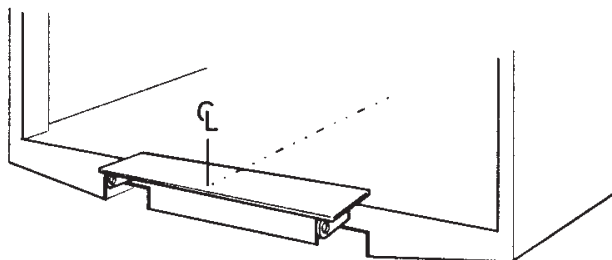

Bild 12. Skruva eller punktsvetsa monteringsjiggen vid bakbalken
- 2 Skruva eller punktsvetsa monterings-jiggen vid bakbalken, så att resp. mittpunkt sammanfaller. Se Bild 12. Art. nr. 51724 för ZHD 2500